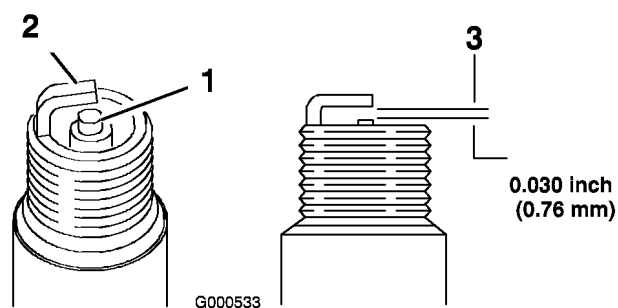

Figura 24
5. Fije el hueco entre los electrodos en 0,76 mm (0,030 pulg.) (Figura 24).